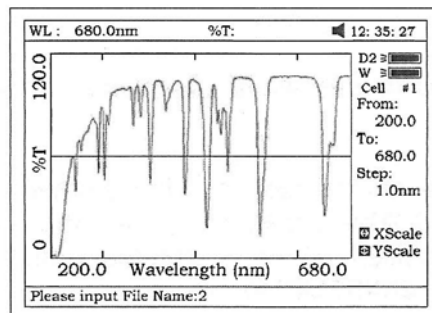

Fig 15
- ◇ Póngale nombre a la curva empleando el teclado numérico (Fig 15); presione la tecla [ENTER] para confirmar.